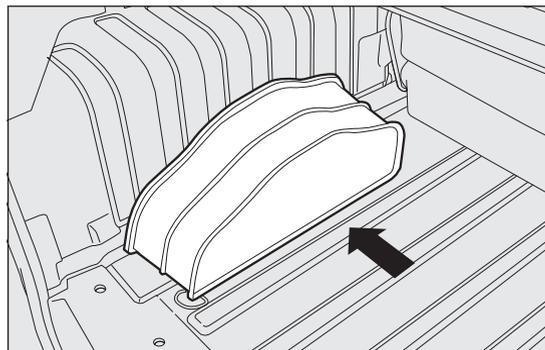

fig. 123
- per versioni Combi: aprire le porte a battenti posteriori, prelevare la borsa attrezzi fig. 123 ubicata sul lato sinistro del bagagliaio sganciando gli elastici di trattenimento e portarla accanto alla ruota da sostituire;